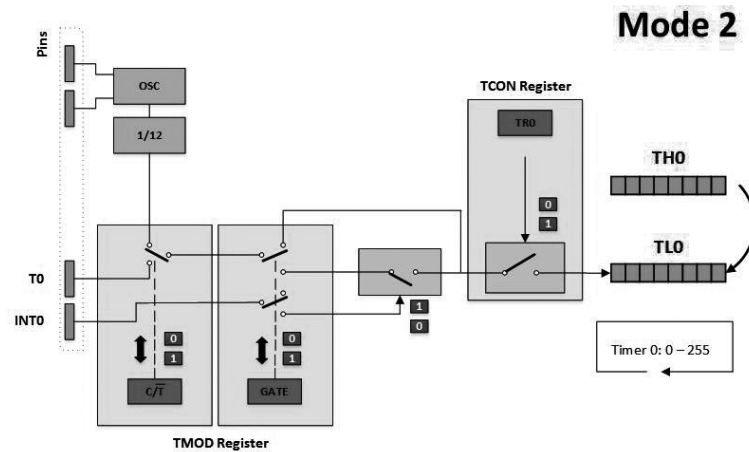

Figura 11.13: TIMER 0: Modo 2
- \* Modo2 configura timer 0 como un timer de 8 bits con capacidad de recarga (Figura 11.13).